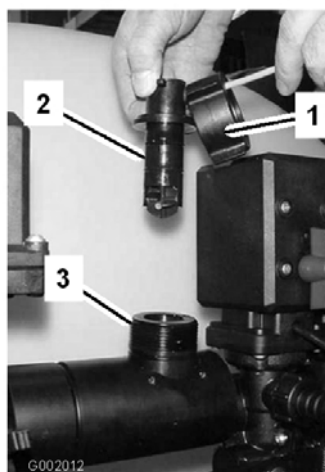

図 67
2. フローメータのボディーについているリテーナ・キャップを取る（図 67）。